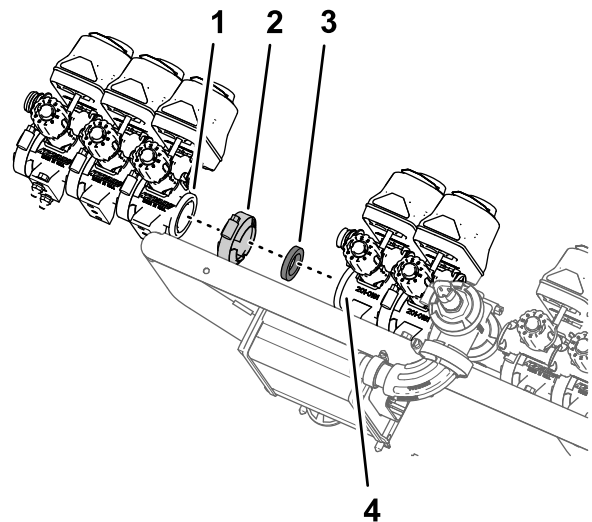

Bild 104
1. Befestigen Sie die drei Abschnittventile (Bild 104), die Sie in Schritt 8 in Abnehmen der Abschnittventile von der Verteilerbefestigung (Seite 35) entfernt haben, mit der Flanschklemme und der Dichtung, die Sie in Schritt 4 in Abnehmen der Abschnittventile von der Verteilerbefestigung (Seite 35) entfernt haben, am Flansch des Ventils 7 des Sprühventils.